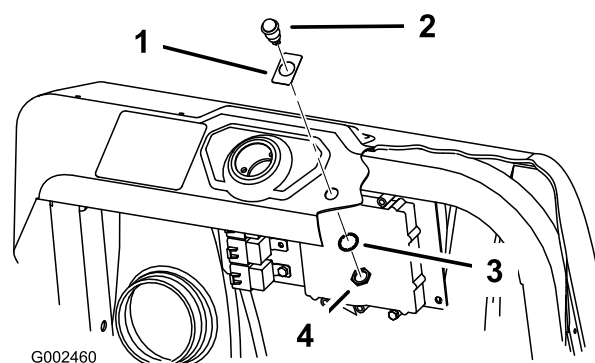
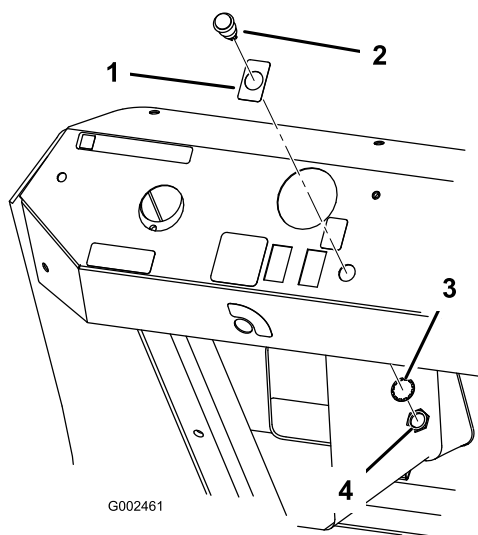

Figura 12
Figura 13
1. Applicate l'adesivo 94-8582 in corrispondenza del foro per la spia sulla plancia (Figura 12 per Multi Pro 1200 e 1250 e Figura 13 per Multi Pro 5600 e 5700).
3. Montate la spia sulla plancia e fissatela con la rondella e il dado (Figura 12 o Figura 13).